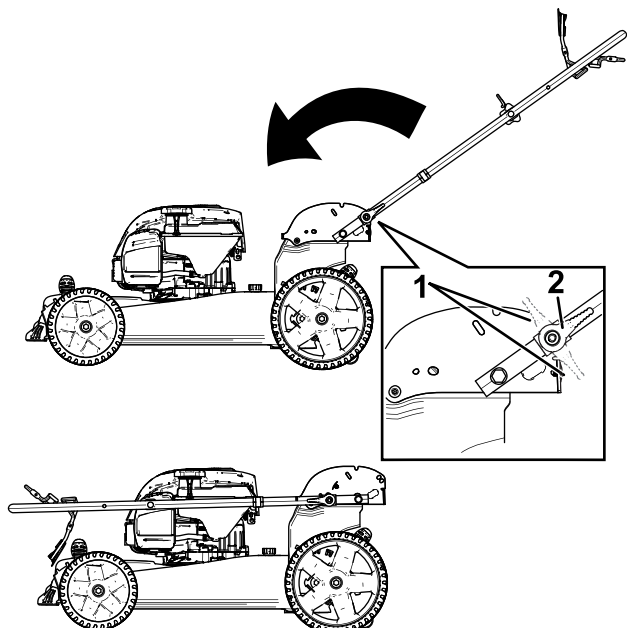

Figura 20
3. Disinnestate i fermi delle stegole (Figura 20).
4. Piegate la maniglia completamente in avanti (Figura 20).